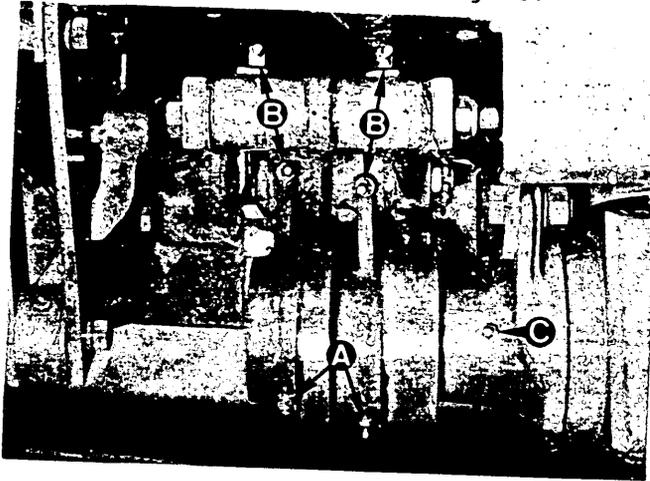

Fig.1
- Paliers de plateau manivelle 2 fois par jour par fortes chaleurs (température élevée) A, Fig. 1.
- Bielettes et rotules B, Fig. 1.
- Arbre de boîtier C, Fig. 1 (un coup de pompe seulement).